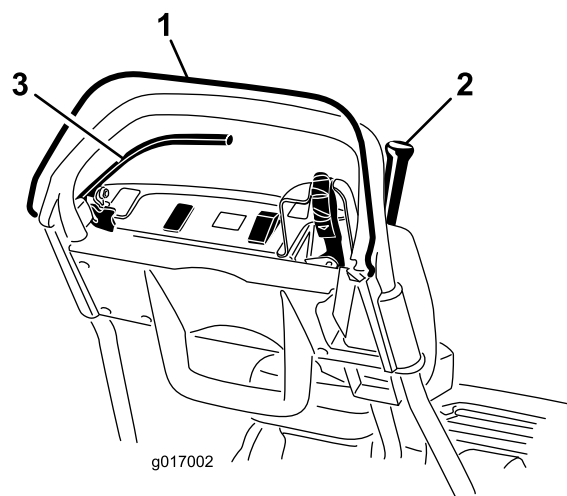

Figura 27
3. Tentate di innestare la leva della trazione con l'OPC rilasciato (Figura 27). La leva della trazione non deve innestarsi. Se la leva della trazione si innesta, il sistema di sicurezza deve essere revisionato. Rettificate il problema prima di utilizzare il tosaerba. Vedere Revisione del microinterruttore di sicurezza della trazione (pagina 32).
4. Tenete premuto l'OPC e la leva della trazione innestata per rilasciare l'OPC stesso (Figura 27). La leva della trazione deve disinnestarsi. Se la leva della trazione non si disinnesta, il sistema di sicurezza deve essere revisionato. Rettificate il problema prima di utilizzare il tosaerba. Fate riferimento a Revisione del microinterruttore di sicurezza della trazione (pagina 32) o Regolazione del comando della trazione (pagina 35).
5. Tenete premuto l'OPC e la leva del cambio spostata a sinistra per innestare il comando della trazione e del cilindro e rilasciare l'OPC (Figura 27). La leva della trazione deve disinnestarsi. Se la leva della trazione non si disinnesta, il sistema di sicurezza deve essere revisionato. Rettificate il problema prima di utilizzare il tosaerba. Fate riferimento a Revisione del microinterruttore di sicurezza della trazione (pagina 32), Regolazione del comando della trazione (pagina 35) o Regolazione del comando del cilindro (pagina 35).
6. Tenete premuto l'OPC e la leva del cambio spostata a sinistra per innestare il comando della trazione e del cilindro, spostate la leva del cambio a destra per disinnestare il comando del cilindro (Figura 27). Il comando del cilindro deve disinnestarsi. Se la leva della trazione non si disinnesta, il sistema di sicurezza deve essere revisionato. Rettificate il problema prima di utilizzare il tosaerba. Vedere Regolazione del comando del cilindro (pagina 35).
2. Tenete premuto l'OPC, la leva della trazione innestata e i comandi del motore in posizione di avviamento (Figura 27). Cercate di avviare il motore. Il motore non deve avviarsi. Se dovesse avviarsi, occorre fare revisionare il microinterruttore di sicurezza. Rettificate il problema prima di utilizzare il tosaerba. Vedere Revisione del microinterruttore di sicurezza della trazione (pagina 32).
2. Tenete la leva della trazione disinnestata, il freno di servizio inserito e i comandi del motore in posizione di avviamento (Figura 27). Cercate di avviare il motore. Il motore deve avviarsi. Se non dovesse avviarsi, occorre fare revisionare il microinterruttore di sicurezza. Rettificate il problema prima di utilizzare il tosaerba. Vedere Revisione del microinterruttore di sicurezza del freno (pagina 32).
3. Con il motore acceso, innestate il freno di servizio (non il freno di stazionamento), premete l'OPC e inserite la leva della trazione (Figura 27). Il motore dovrà funzionare senza essere compromesso dal freno, ma senza spegnersi. Se dovesse spegnersi immediatamente, occorre fare revisionare il microinterruttore di sicurezza. Rettificate il problema prima di utilizzare il tosaerba. Vedere Revisione del microinterruttore di sicurezza del freno (pagina 32).
4. Con il motore acceso, innestate il fermo del freno di stazionamento, premete l'OPC e inserite la leva della trazione (Figura 27). Il motore deve spegnersi. Se non dovesse spegnersi, occorre fare revisionare il microinterruttore di sicurezza. Rettificate il problema prima di utilizzare il tosaerba. Vedere Revisione del microinterruttore di sicurezza del freno (pagina 32).